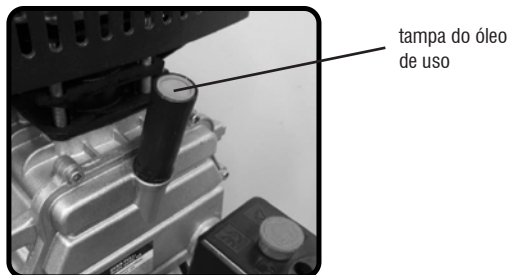

Fig. 12 – Tampa do óleo de uso
Coloque a tampa do óleo de uso no motocompressor, Fig. 12.
- Retire a tampa do óleo, conforme Fig. 12, girando-a no sentido anti-horário;